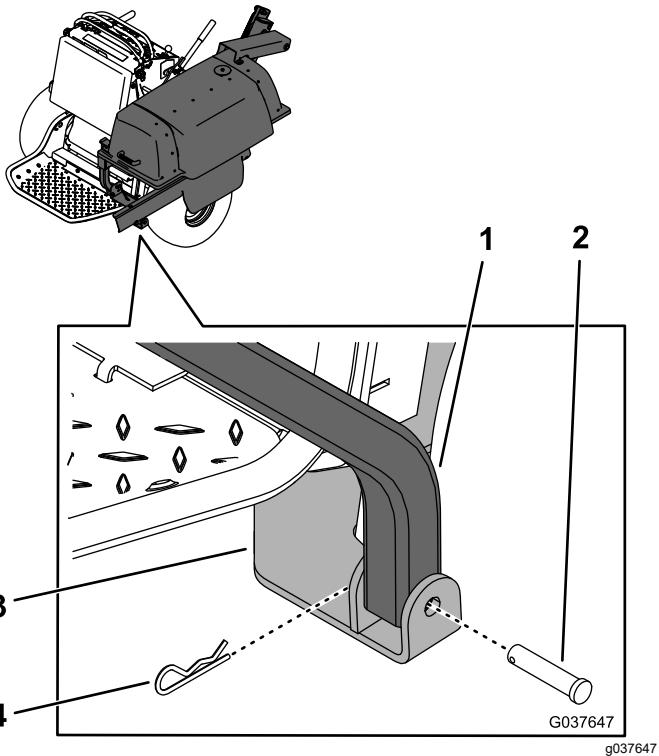

図 13
- 誰かに手伝ってもらってバガーフレームを持ち上げ、フレームの後部下側を、下側取り付けブラケットに固定するクレビスピニとヘアピンコッターを使用する図 13。